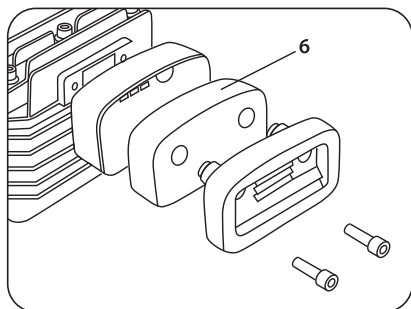

рис. 12
Необходимо снять фильтр (3) поступающего воздуха и заменить или очистить сжатым воздухом фильтрующий элемент (6) (рис. 12).